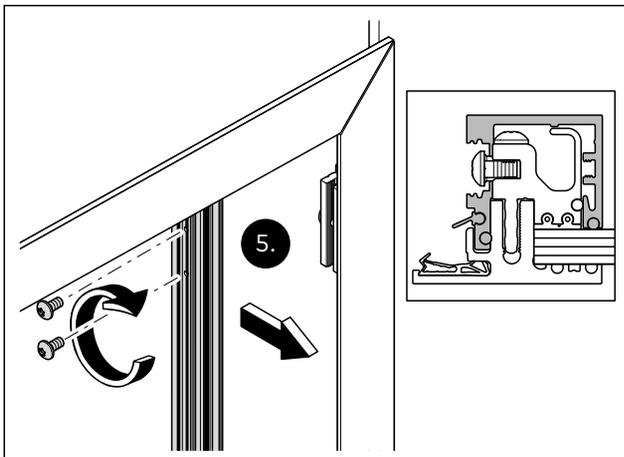

Abb. 43 Die Deckprofile für die Zarge aufstecken und fixieren, aus Sicht der Bandgegenseite.
5. Das senkrechte Deckprofil für die Zarge mit dem Schließblech auf der Schlossseite aufstecken und fixieren (Abb. 43).